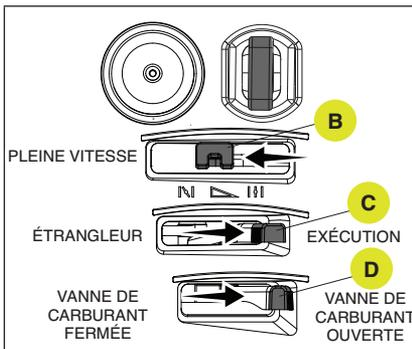
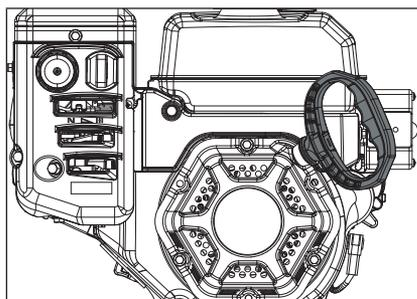

Figure 21
Figure 22
3. Pour démarrer un moteur chaud : (Fig. 21)
- 3a. Déplacez le levier de l'accélérateur (B) à pleine vitesse.
- 3b. Placez le levier d'étrangleur (C) en position de fonctionnement.
- 3c. Placez le levier d'arrêt du carburant (D) en position MARCHE.
- Placez-vous à l'arrière et à droite de l'appareil, tirez légèrement sur la poignée du démarreur jusqu'à ce que vous sentiez une résistance, puis tirez vigoureusement. Ramenez doucement la poignée du démarreur. (Fig. 22)